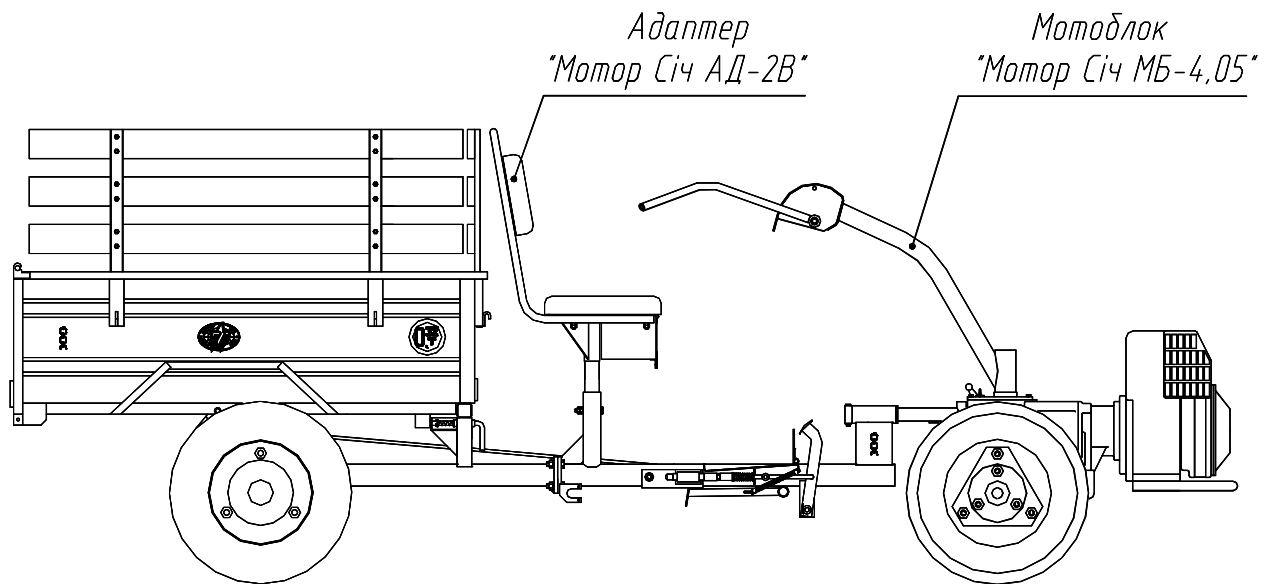

Рис. 3 Схема агрегування адаптера 2 з мотоблоком (транспортне положення)
2.5.1 При транспортному положенні адаптера 2 (рис. 3):